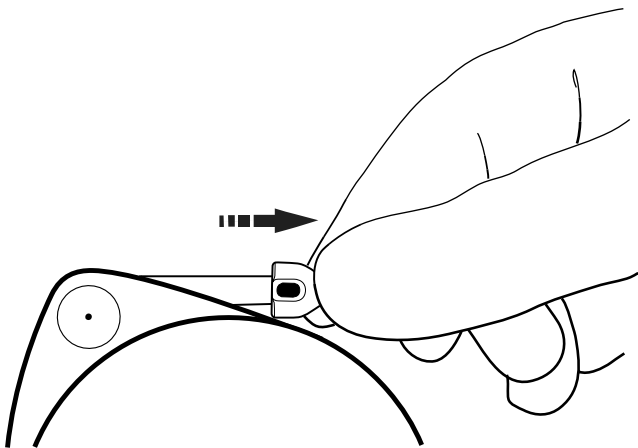

Abbildung 20. Kontrolle des ordnungsgemäßen und sicheren Anschlusses durch Ziehen am Pumpenkonnektor
- b. Am zulaufenden Abschnitt ziehen, als wolle man den Pumpenkonnektor vom Katheteranschluss der Pumpe abziehen. Der Konnektor muss dabei fest und sicher auf dem Katheterport sitzen (Abbildung 20).